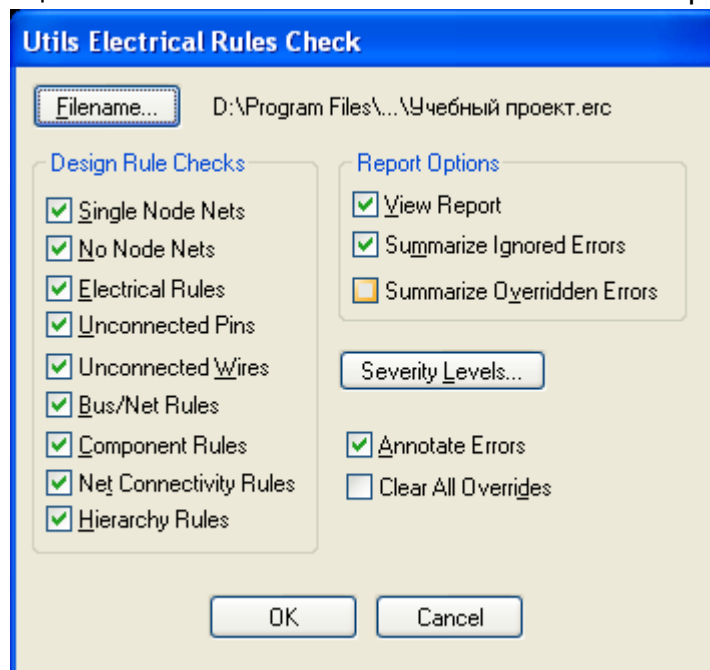

Рисунок 5.30 - Диалоговое окно **Utils Design Electrical Rules Check** настройки проверки электрических цепей
- Для проверки возможных синтаксических ошибок, допущенных при создании схемы необходимо выполнить команды **Utils/ERC**. Откроется окно (рис. 5.30) **Utils electrical rules check** (проверка правильности выполнения правил электрических соединений), в котором приводится перечень проверок, выполняемых программой.